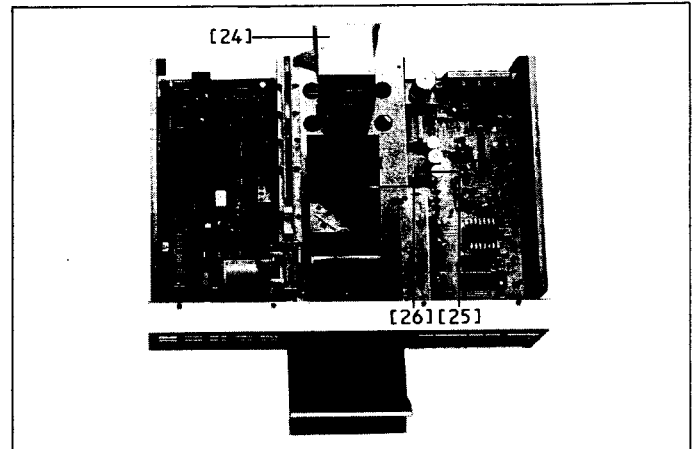
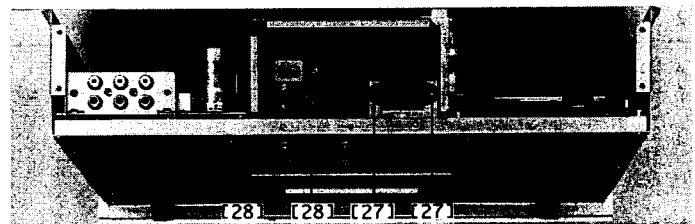
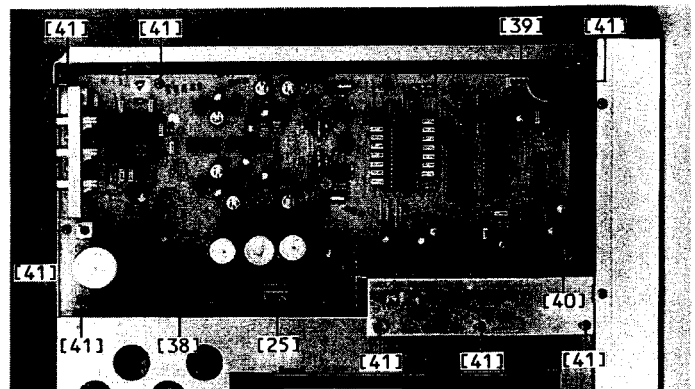
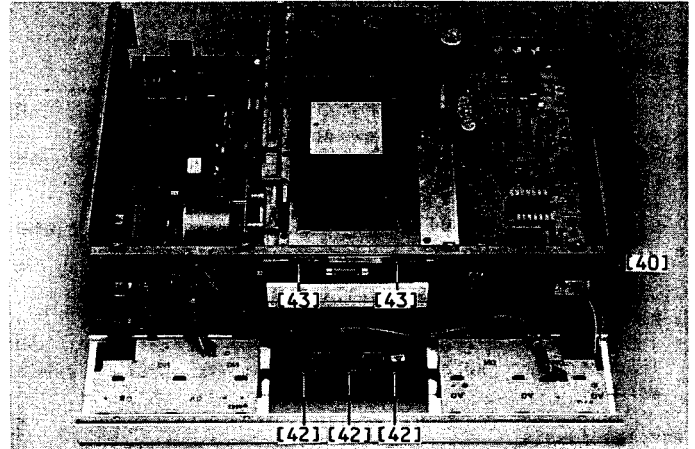

Fig. 2.9
Fig. 2.10
Fig. 2.12
Fig. 2.13
→ Fig. 2.9 / Fig. 2.10
→ Fig. 2.9 / Fig. 2.12
-> Fig. 2.13
-> Fig. 2.12 / Fig. 2.13